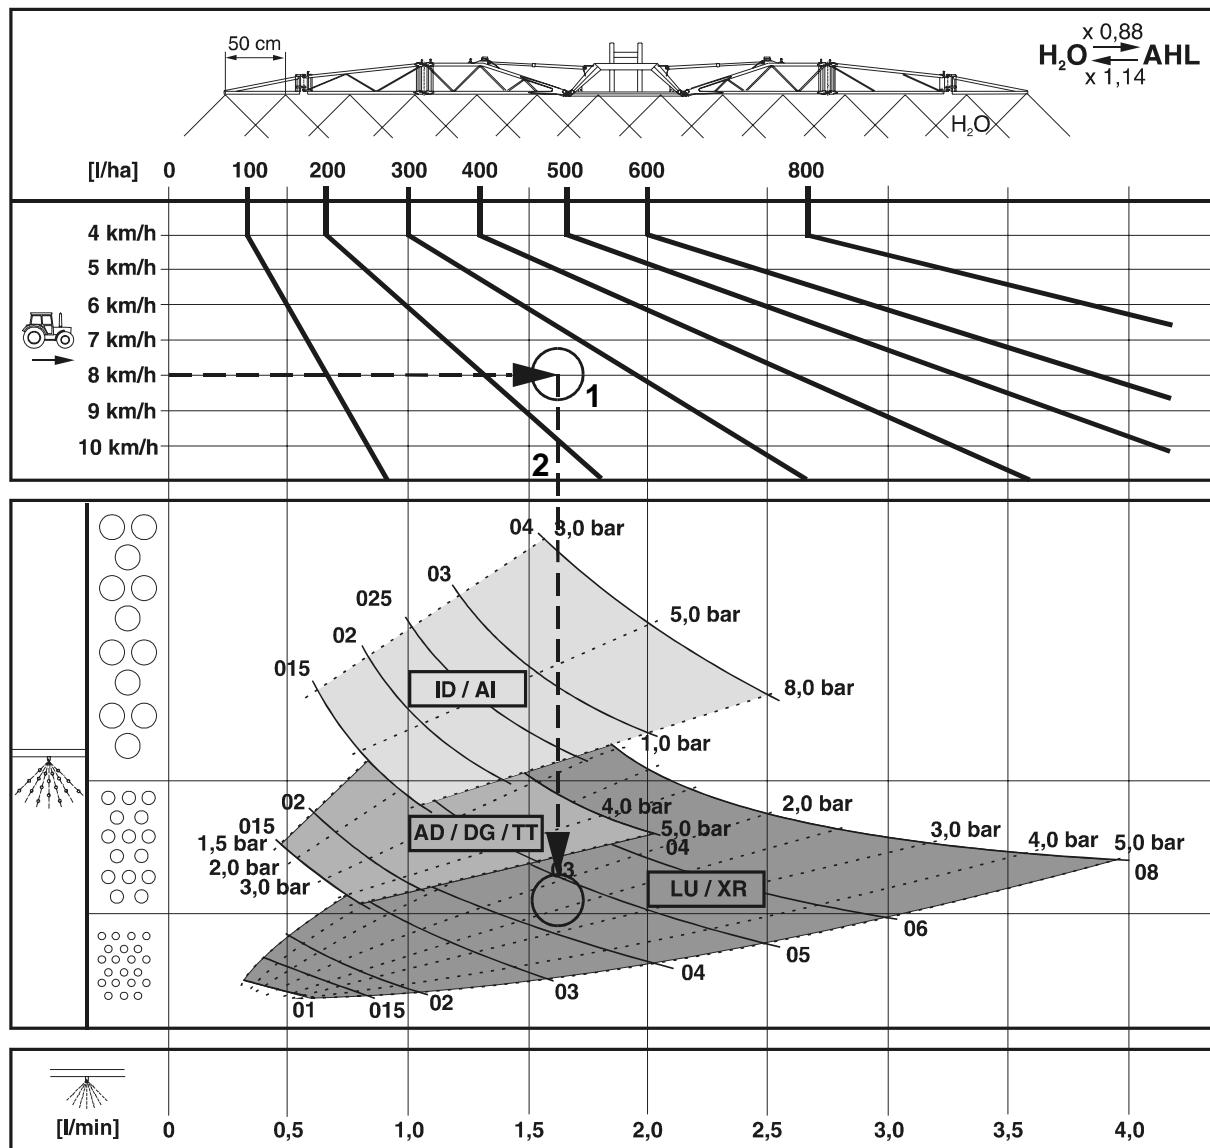

Рис. 200
- Рис. 200 служит для выбора соответствующего типа форсунки. Тип форсунки зависит от:
1. Определите рабочую точку (Рис. 200/1) для необходимой нормы внесения (**250 л/га**) и предусмотренную скорость движения (**8 км/час**).
2. В рабочей точке (Рис. 200/1) выверьте по отвесу вертикальную линию (Рис. 200/2) вниз. В зависимости от положения рабочей точки эта линия пройдет через опознавательные плоскости форсунок различных типов.